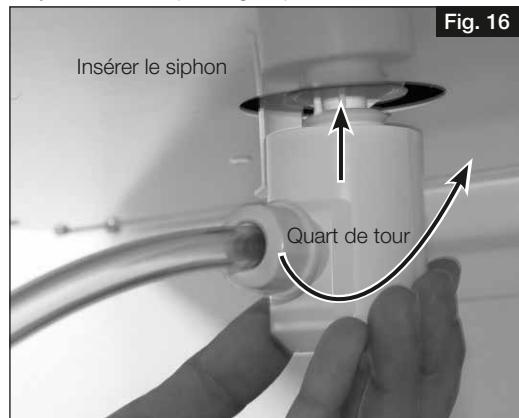

Fig. 16
5. Insérer le siphon en lui donnant un quart de tour pour l'enclencher dans la pièce de fixation (voir Fig. 16). Bien s'assurer que la boule flotte librement dans le siphon !